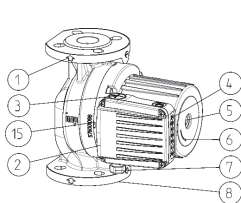
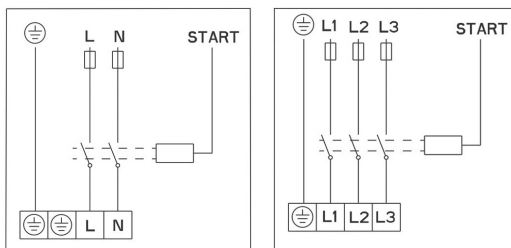

рис.1
рис. 3
- насос устанавливается напрямую в трубопровод таким образом, чтобы ось насоса 1-1 была горизонтальной (рис. 3);
- направление потока воды через насос должно соответствовать направлению стрелки на корпусе насоса (рис. 1- ПОЗ.1);
- необходимо использовать фланцы для подключения NP 6/10 (рис.1 – ПОЗ.8);
- насосы GHN (basic, auto), GHNM (basic, auto) имеют одинарный гидравлический корпус (рис..1 – ПОЗ.8);
Гидравлический корпус насоса допускается изолировать только до прорези между мотором и гидравлическим корпусом. Отверстия для отведения конденсата необходимо оставить открытыми для обеспечения вывода конденсата из статорного отсека, данные отверстия необходимо оставлять открытыми и в системах обогрева, когда выполняется только термоизоляция гидравлического корпуса (рисунок 1, 2, ПОЗ 15).
Провод подключения подключается через кабельный ввод M20 (рис.1 – ПОЗ.7).
Электрическое соединение насосов необходимо выполнить по соединительной схеме (рис. 3), которая отображена на нижней стороне крышки мотора. Перед этим необходимо отвинтить верхнюю крышку (рис.1 - ПОЗ. 2)
В насосах типа GHN (basic, auto), GHND (basic, auto), GHNM (basic, auto), GHNMD (basic, auto) ротор работает в воде. Ротор установлен в специальных работающих на смазке водой подшипниках, поэтому перед вводом в эксплуатацию необходимо заполнить насос водой и откачать воздух. Для откачки воздуха из насоса необходимо удалить болт на обратной стороне электромотора (рис.1-ПОЗ.5) - воздух начнет выходить через прорезь между валом мотора и подшипником. После того как начнет вытекать вода, необходимо закрыть вентили со стороны всасывания и со стороны нагнетания и запустить насос. При вращении вала насоса в обратном направлении начнет мигать красная лампочка встроенного индикатора. Насос оснащен опцией определения других ошибок, описанных в таблице ниже. Мигание красной лампочки сообщает номер ошибки. За последовательностью сигналов следует длинный интервал, количество сигналов между двумя интервалами является кодом ошибки.
вращения. Для достижения выбранных характеристик скорости ① ② ③ на насосе расположена кнопка  (рис. 1, 4), с помощью которой можно изменить скорость. Установить скорость для насосов GHN, GHND, GHNM, GHNMD (авто)  можно нажимая кнопку  : в ручном режиме для скоростей ① ② ③, а в автоматическом — нажав кнопку  в режиме (A) или (A). В обоих случаях насос работает автоматически на скоростях потока ② ③. В ночном режиме (A) учитывается температура среды: если температура среды падает, насос переключается на скорость ② при падении более чем на 10°C или на скорость ① при падении более чем на 20°C вне зависимости от потока. При повышении температуры более чем на 20°C скорость потока восстанавливается. Этот метод предназначен для систем с термостатическими клапанами или систем, в которых температура снижается ночью.
Выключить насос; закрыть вентили со стороны нагнетания и со стороны всасывания; удалить болт для откачки воздуха; отверткой (рис.1-ПО3.5), которую необходимо установить в прорезь на валу, крутить вал до тех пор, пока он не начнет свободно вращаться. После этого необходимо установить болт для откачки воздуха на место.